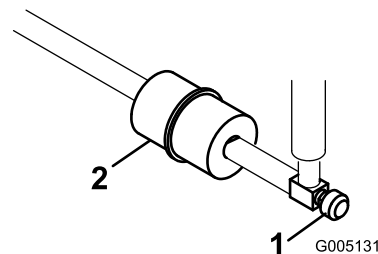

図 38
燃料フィルタはインライン・タイプで、燃料タンクとキャブレタの間に設置してあります (図 38)。800 時間ごと、又は燃料の流れが悪くなれば交換してください。フィルタに付いている矢印をエンジンの方に向けて取り付けてください。
1. 燃料バルブを閉じ、フィルタのキャブレタ側についているホース・クランプをゆるめ、燃料ラインからフィルタを外す (図 38)。
2. フィルタの下に容器を置き、もう一方のクランプも外してフィルタを取り出す (図 38)。